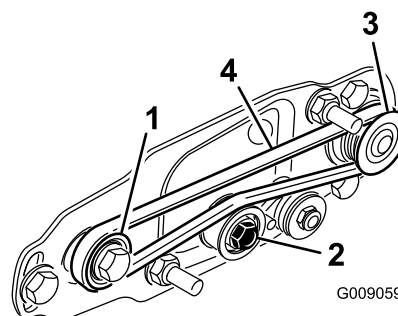

Figura 41
- Passe a correia em redor da polia **acionada** e, em seguida, sobre a parte superior da polia intermédia (Figura 41).
- Ligue a correia na polia da **transmissão** (Figura 41).